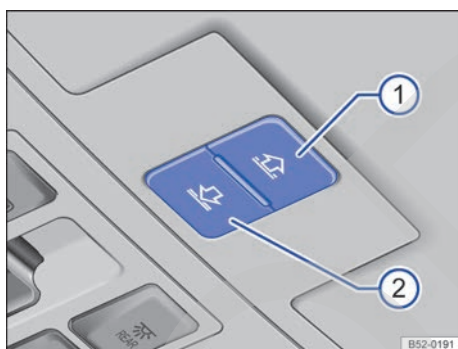

Fig. 55 En el revestimiento interior del techo: teclas de la cortinilla parasol.
Las teclas → fig. 55 **(1)** y **(2)** tienen dos niveles. En el primer nivel se puede abrir o cerrar la cortinilla parasol total o parcialmente.
Función	Cómo se ejecuta → fig. 55
- *Cortinilla parasol*: antes de que transcurran aprox. 5 segundos desde la activación de la función antiaprisionamiento, pulse la tecla → fig. 55 Ⓞ hasta que la cortinilla se cierre completamente.